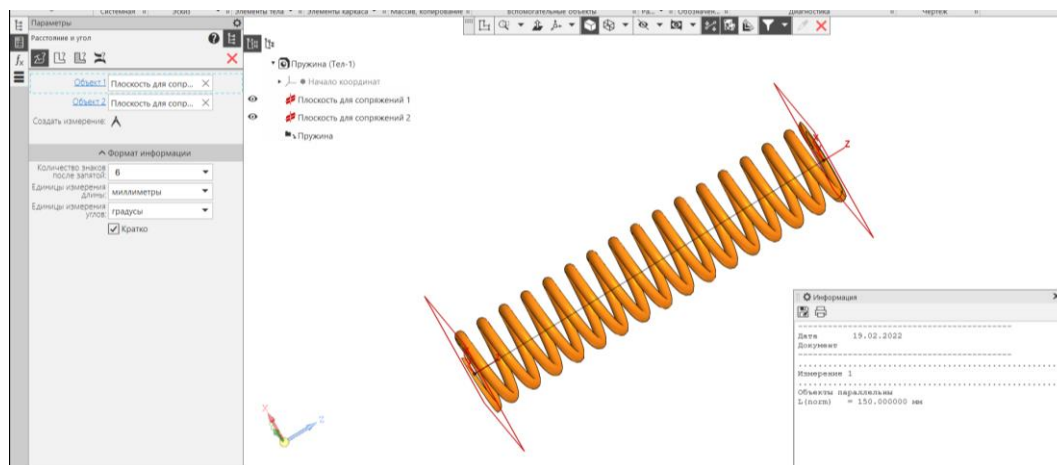

Рис. 21 Диагностика модели детали Пружина
- Твердотельное моделирование – Диагностика – Расстояние и угол**. Необходимо проверить длину пружины в свободном состоянии – 150 мм (рис. 21).